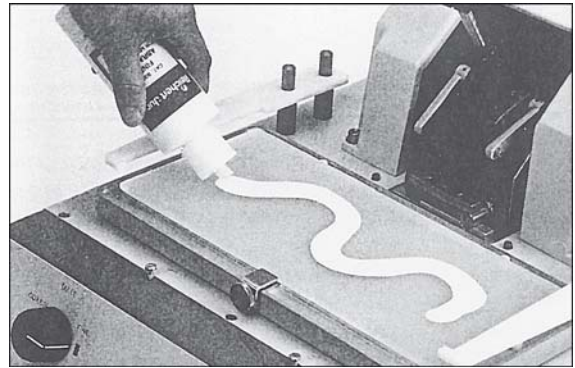

Fig. 22.2
3. Si es que todavía no están instalados, fije los dispositivos de plástico para sujeción de las placas de pulido en la plataforma (mediante las espigas) y apriete los dos tornillos de sujeción en cada espiga - (Fig. 22.2).
5. Agitar bien el abrasivo para reacondicionamiento de placas de pulido para formar una emulsión uniforme. En caso necesario, abra la tapa de aplicación y revuelve el contenido. Aplicar el abrasivo en líneas en forma de 'S' sobre la placa de pulido de vidrio (Fig. 22.2). La cantidad de abrasivo tiene que ser suficiente para que cubra la superficie entera de la placa en el momento que se coloque la segunda placa y se empiece con el reacondicionamiento.